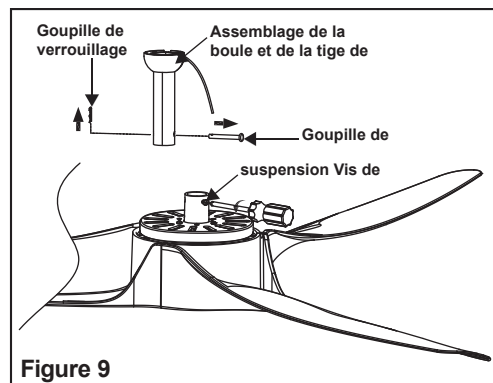

Figure 9
Étape 4. Retirez la goupille de suspension, la goupille de verrouillage et les vis de réglage du haut de l'ensemble moteur. (Fig.9)